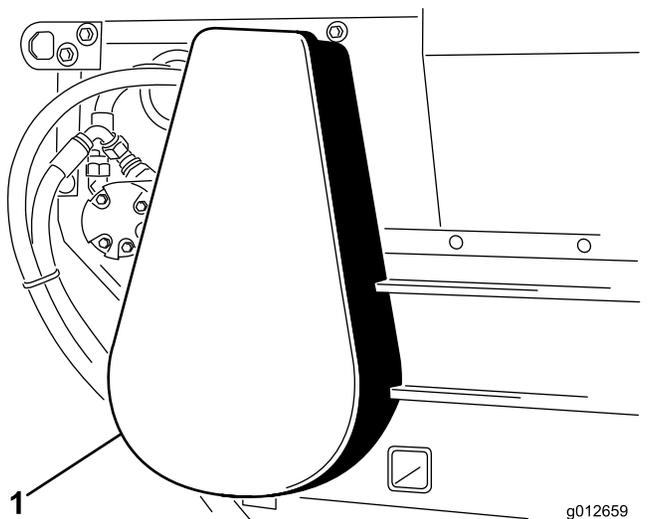

Рисунок 23
1. Снимите крышку цепи (Рисунок 23).